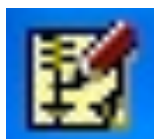

Figura I.1. Icono representativo del módulo o bloque *Schematics*; pulsando sobre dicho icono se accede a PSpice.
- El primer bloque que ha de utilizar el usuario es el de adquisición de datos. En el contexto de éste el usuario ha de facilitar al programa los datos básicos que aquél necesita para ser ejecutado. Tales datos son la topología del circuito a considerar (es decir, un dibujo en el que se representan los elementos del circuito y las conexiones entre ellos) y los valores numéricos de los parámetros que figuran en las relaciones funcionales de los distintos elementos. Este bloque se denomina *Schematics*. De hecho, es muy habitual utilizar como sinónimos los términos PSpice y *Schematics*. Además de servir para incorporar datos al programa, *Schematics* proporciona al usuario el acceso a los otros dos bloques del programa. *Schematics* suele estar representado en la pantalla del ordenador por el icono mostrado en la figura I.1; pulsando sobre dicho icono se accede al programa y sus prestaciones.